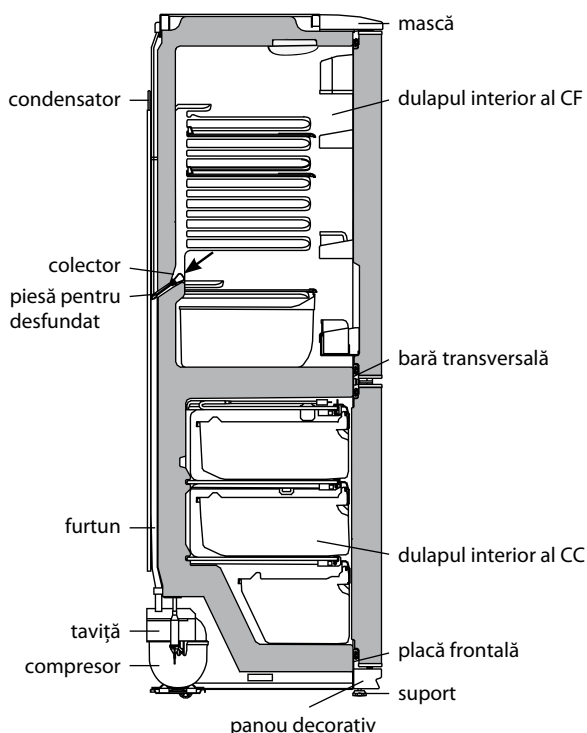

Figura 5 — Schema scurgerii apei rezultate în urma topirii din CF
apare pe peretele din spate a CF, după deconectarea compresorului care lucrează în ciclu, se topește și se transformă în picături de apă. Picăturile de apă rezultată în urma topirii se scurg în colector, apoi prin gaura acestuia și prin furtun - în tavița de pe compresor, în conformitate cu figura 5 și se evaporă. Gaura colectorului este dotată cu o piesă pentru prevenirea înfundării sistemului de drenaj.
Prezența apei în colector indică înfundarea sistemului de drenaj. Pentru eliminarea înfundării folosiți piesa corespunzătoare și curățați gaura colectorului, astfel ca apa să se scurgă liber în taviță, apoi spălați piesa și instalați-o în conformitate cu figura 5.
**SE INTERZICE** să utilizați frigiderul cu sistemul de scurgere înfundat. Apa care a apărut la baza CF sau care a ajuns în locul de alăturare a barei transversale și a dulapului interior al CF, în conformitate cu figura 5, poate provoca coroziunea dulapului exterior al frigiderului și elementelor agregatului frigorific, defectarea izolației termice, formarea crăpăturilor dulapului interior și defecțiunea frigiderului.
**SE INTERZICE** dezghețarea CC fără utilizarea elementului pentru drenare. Apa rezultată în urma topirii care se scurge din cameră afară de elementul pentru drenare, pătrunzând în locul de alăturare a plăcii frontale la dulapul interior în conformitate cu figura 5, poate provoca coroziunea dulapului exterior al congelatorului și a elementelor agregatului frigorific, defectarea izolației termice, formarea crăpăturilor dulapului interior și defectarea dulapului frigiderului.